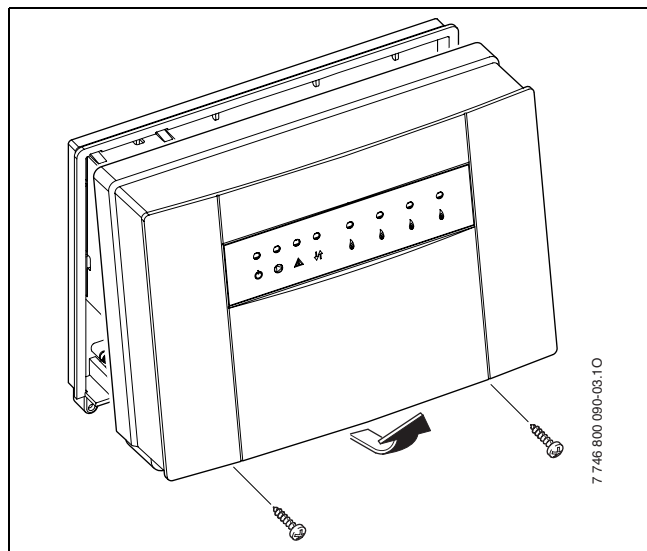

Fig. 18 Retirer le couvercle
- ▶ Desserrer les 2 vis situées en bas du module MCM10, tirer le couvercle simultanément vers le bas et l'avant et le retirer par le haut (→ Fig. 18).